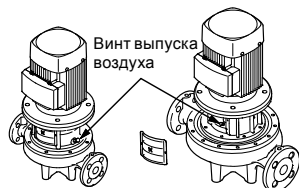

Рис. 21 Винт выпуска воздуха
1. Закрывать запорный клапан на стороне нагнетания насоса и открыть винт выпуска воздуха в промежуточном корпусе насоса, как показано на рис. 21.
2. Отвернуть винт выпуска воздуха, как показано на рис. 21.
3. При пуске из насоса нужно удалить воздух, вывинтив для этого расположенный в промежуточном корпусе насоса винт выпуска воздуха до тех пор, пока из отверстия для выпуска воздуха не потечет рабочая жидкость, как показано на рис. 21.